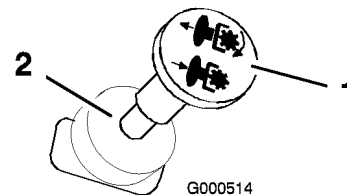

Bild 10
3. Ziehen Sie den ZWA-Schalter heraus, um die Messer einzukuppeln (Bild 10).
Drücken Sie den Zapfwellenantriebsschalter in die Aus-Stellung, um die Messer auszukuppeln (Bild 10).